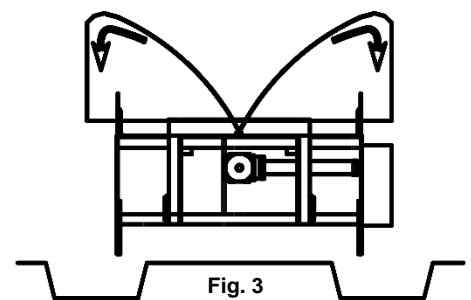

Fig. 3
- lo **SPIT GREEN "VEGETABLES"** con scarico laterale **fisso** (dx e sx) (Fig. 3)
- le **SPIT GREEN "VEGETABLES"** avec évacuation latérale **fixe** (à droite et à gauche) (Fig. 3)
- the **SPIT GREEN "VEGETABLES"** with **fixed** download on the right and on the left side (Fig. 3)
- **SPIT GREEN "VEGETABLES"** mit **fester** seitlicher Ausladung (rechts und links) (Fig. 3)
- el **SPIT GREEN "VEGETABLES"** con descarga lateral **fija** (a la dcha. y a la izda.) (Fig. 3)